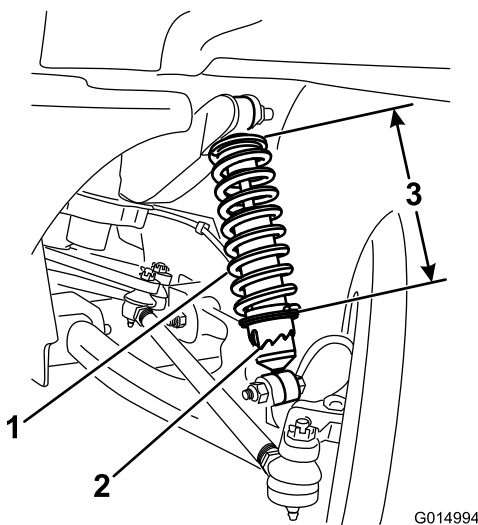

Figura 61
3. Usando la herramienta TORO6010, gire el collarín del amortiguador para variar la longitud del muelle (Figura 61).